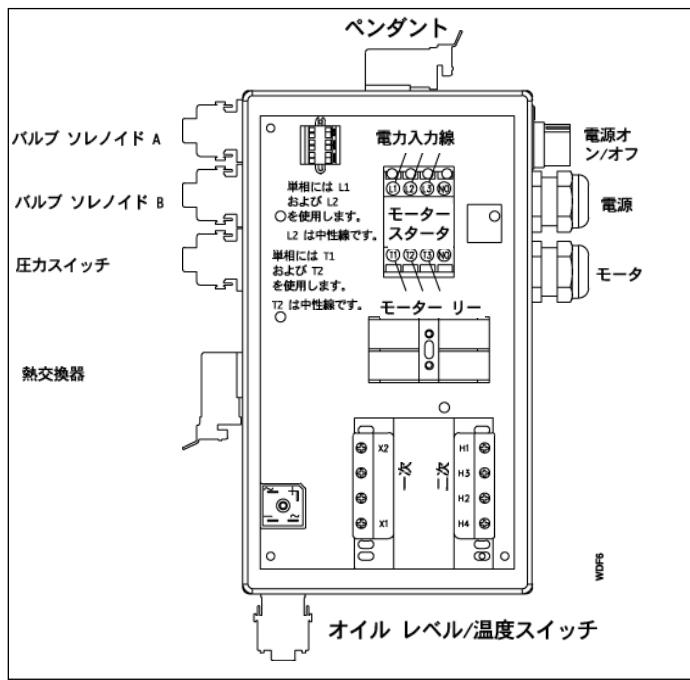

図4、配線図
熱交換器、圧力スイッチ、ペンドント、ソレノイド (A) および (B) は、配電ボックス（図 4）に差し込む適切なプラグインへコネクタに付属しています。フット スイッチをペンドント 差し込み口に差し込みます。